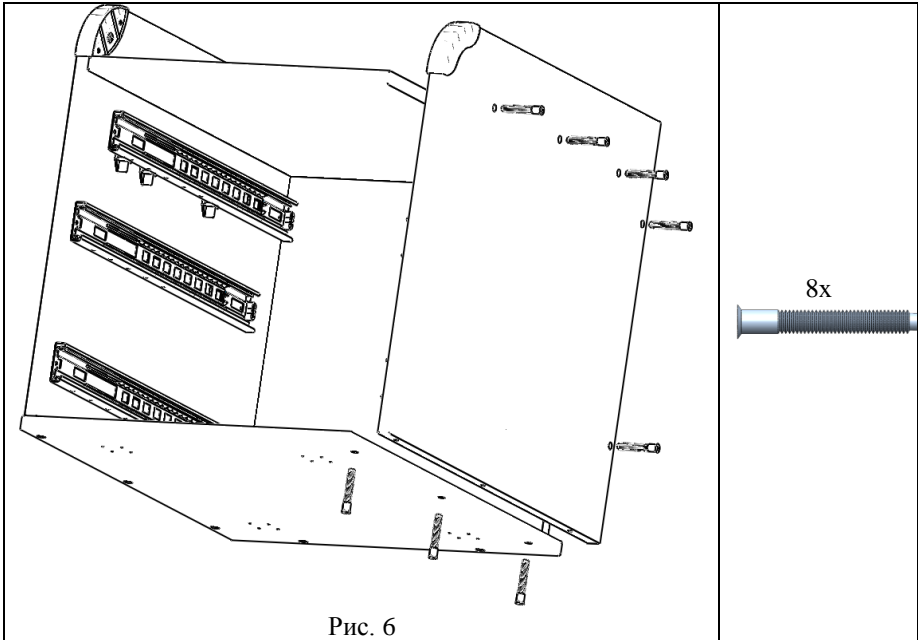

Рис. 6
5.1.7. На сборку по п.5.1.6. установить и закрепить сборку по п. 5.1.3. при помощи винтов конфирмат (поз.1, пакет №129), см.рис.6